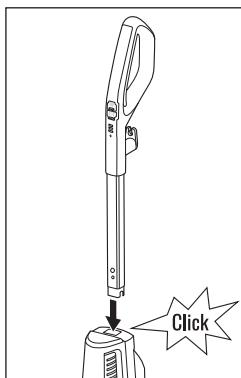

Abb. 1
- ◆ Schieben Sie das Handteil ① in die Öffnung an der Oberseite des Gerätes, bis das Handteil ① hörbar in der Öffnung einrastet (siehe Abb. 1).